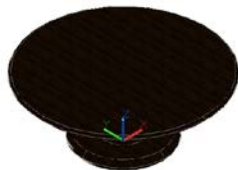

图 12.21 创建点光源
(3) 在绘图窗口中，将光标移至合适的位置，单击鼠标左键，并按 Enter 键确认，效果如图 12.21 所示。完成创建点光源。